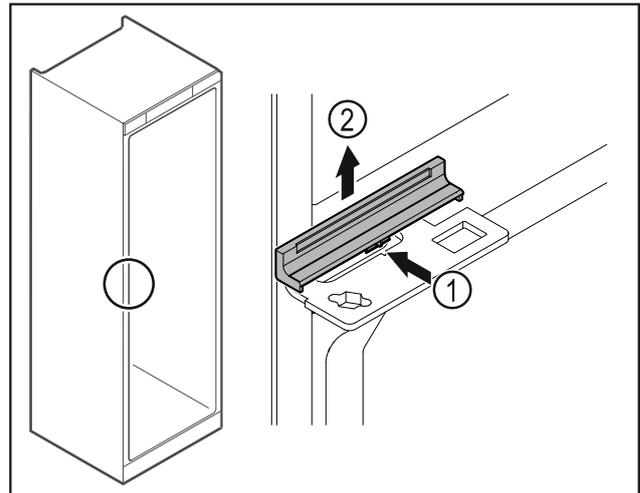

Fig. 42
- ▶ Abdeckung Fig. 42 (1) in der Mitte leicht eindrücken und nach oben abnehmen Fig. 42 (2).